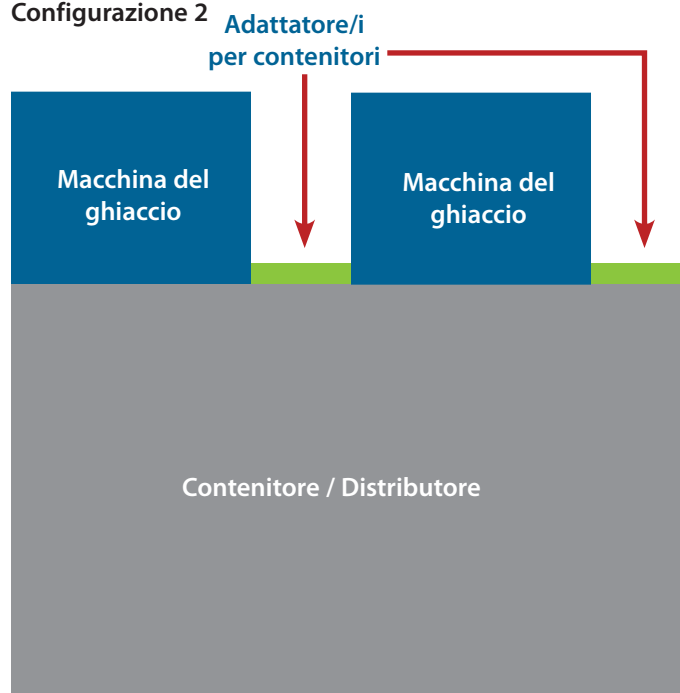

Fig. 6 TCIM installato su entrambi i lati del contenitore/distributore.
- TCIM su entrambi i lati (configurazione 2; vedi Fig. 6)